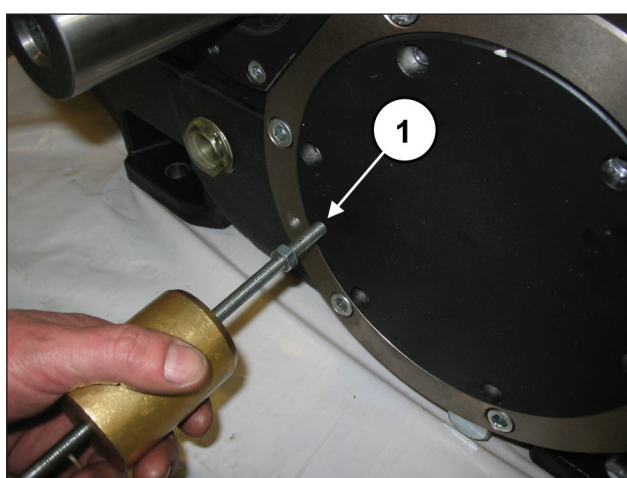

图 12
为方便拆除，可使用 2 个螺柱或 M8 螺栓（①，图 12）。